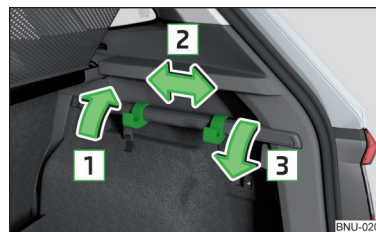

Fig. 131 Deplasarea cârligelor pe șipca de fixare
- » Rabatați cârligul în sus, în sensul săgeții **1** și împingeți-l apoi în poziția dorită, în sensul săgeții **2** » fig. 131.